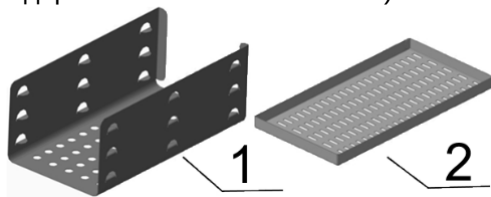

Рисунок 2 – Внешний вид каркаса и кассет.
1.5.4 Для удобства размещения стерилизуемых предметов, внутри стерилизационной камеры имеется каркас с кассетами-лотками (см. рисунок 2).